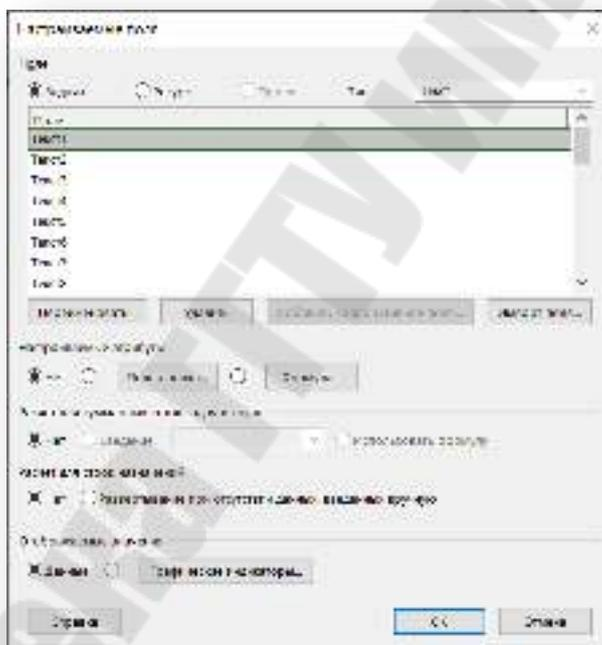

Рис. 2.35. Окно настройки полей
2. Откроем окно настройки полей: *Формат/Настраиваемы поля* (рисунок 2.35).